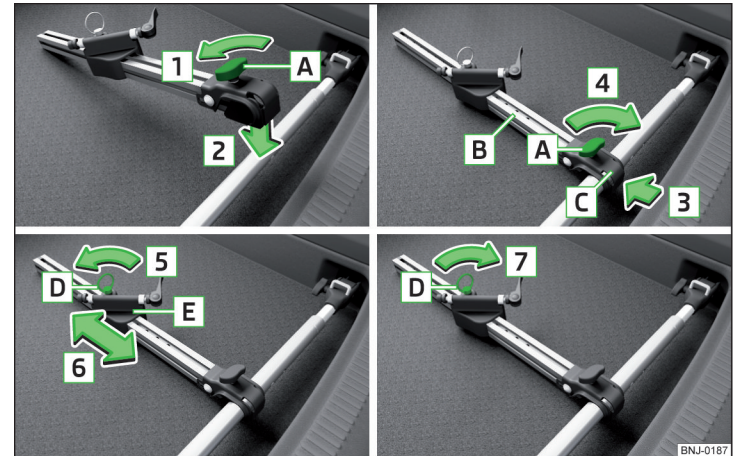

Abb. 103 Fahrradträger einbauen
- Die Schraube **A** am Fahrradträger (nachstehend nur als Träger) in Pfeilrichtung **1** lösen » Abb. 103.
- Möchte man zwei Fahrräder transportieren, dann die Schraube **A** » Abb. 103 auf Seite 95 am Träger lösen und den Träger zusammen mit dem befestigten Fahrrad nach links verschieben.
- Die Schraube **A** » Abb. 103 auf Seite 95 am Träger festziehen.
- Falls erforderlich, die Position des verschiebbaren Teils **E** » Abb. 103 auf Seite 95 anpassen.